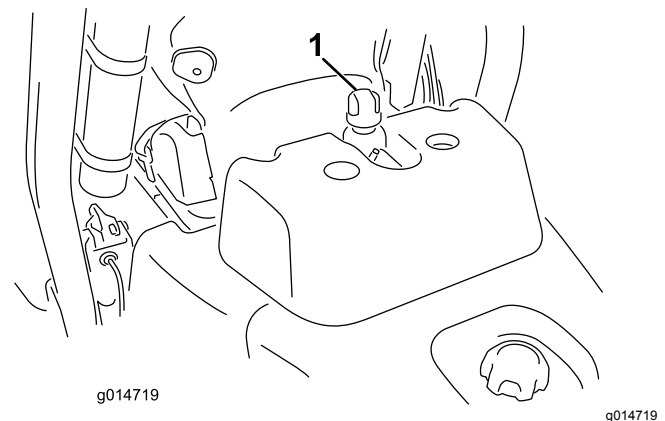

Bild 32
2. Nehmen Sie den Deckel vom Behälter ab (Bild 32).